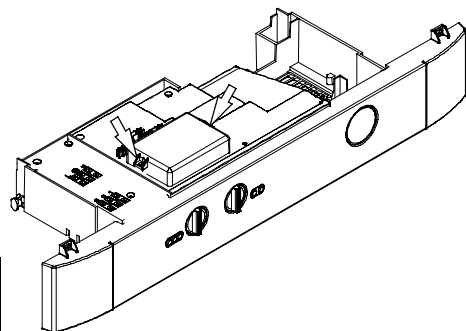

fig. 5.20
– Togliere le due viti indicate in fig. 5.20 e aprire il coperchio della morsettiera collegamento comando remoto.